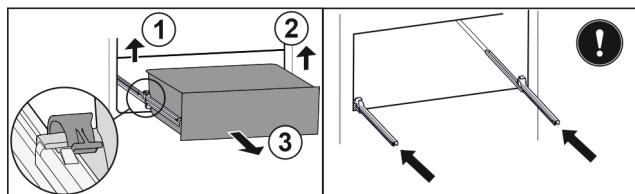

Fig. 119
- Підняти лівий затискач і одночасно висувний ящик ліворуч потягнути вперед. Fig. 119 (1)
- Підняти правий затискач і одночасно висувний ящик праворуч потягнути вперед. Fig. 119 (2)
- Вийняти висувний ящик рухом вперед. Fig. 119 (3)